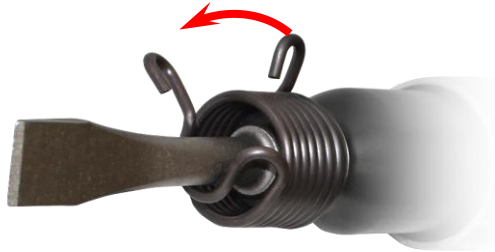

Рис. 3
- Для замены зубила и насадок поверните концевую пружину против часовой стрелки (Рисунок 3).